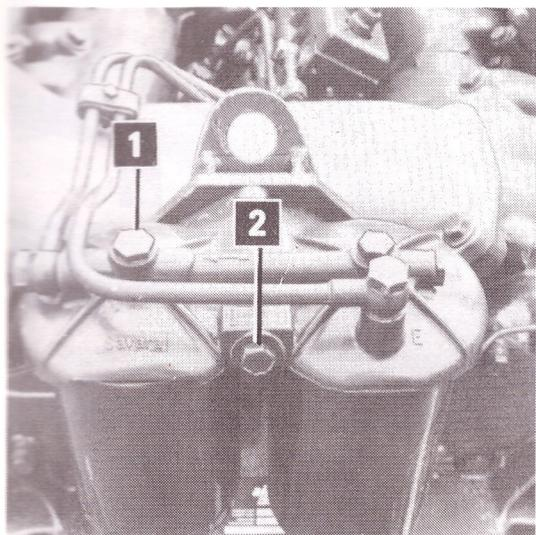

FIG. 40
- desserrer le bouchon de purge (1 fig 40) sur le couvercle des filtres à combustible ;
Dévisser complètement la vis (2 fig 40) fixant la cuve du premier élément filtrant, le